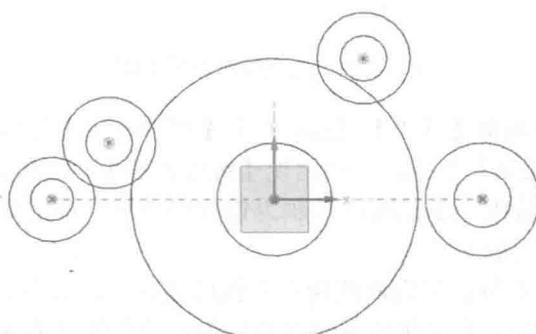

图 1-2-17 隐藏尺寸约束后效果
(9) 隐藏尺寸约束。用光标依次选择所有尺寸约束，再选择菜单中的【编辑】(Edit) | 【显示和隐藏】(Show and Hide) | 【隐藏】(Hide) 命令，或单击【实用工具】工具条中的 隐藏 按钮，将尺寸约束隐藏起来，如图 1-2-17 所示。